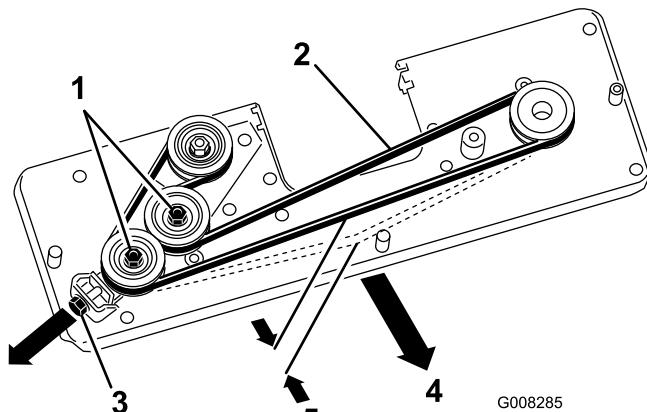

Figure 33
4. Desserrez les 2 écrous hex. sur la poulie de tension (Figure 33).
5. Réglez l'écrou M10 jusqu'à ce que la courroie présente une flèche de 5 mm quand elle est soumise à une force de 30 N (Figure 33).